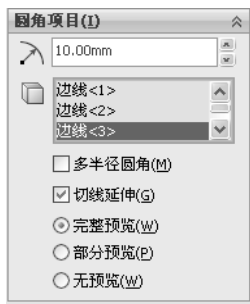
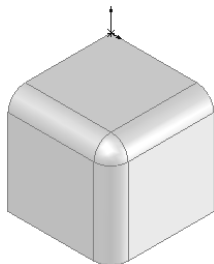

图 3-81 “圆角项目”设置
图 3-82 圆角的图形
4) 重复圆角命令，继续将图 3-79 所示中的边线 3 进行圆角。图 3-81 所示为“圆角”属性管理器中的“圆角项目”设置，选中“切线延伸”复选框，圆角的图形如图 3-82 所示。图 3-83 所示为“圆角”属性管理器中的“圆角项目”设置，取消“切线延伸”复选框，圆角的图形如图 3-84 所示。
5) 从图 3-82 和图 3-84 可以看出，是否选择“切线延伸”复选框，圆角的结果是不同的。切线延伸用于将圆角延伸到所有与所选面相切的面。